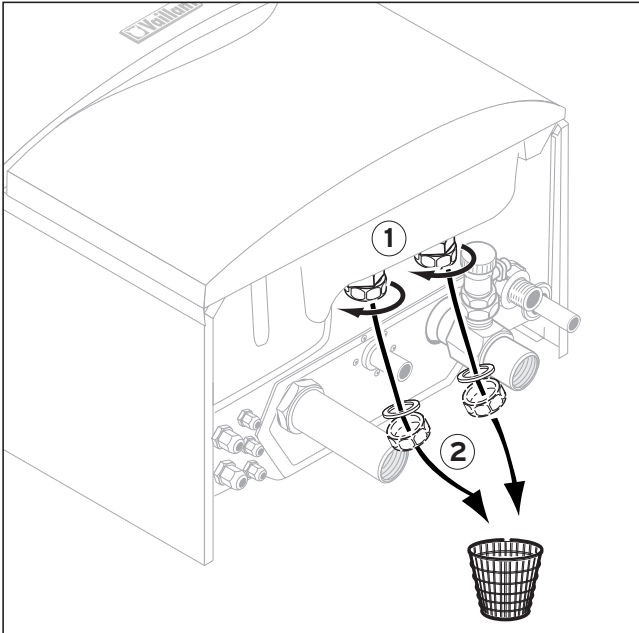

Fig. 2: Verschlusskappen entfernen
- Entfernen Sie die beiden Verschlusskappen der Speicheranschlüsse am Gerät (Fig. 2).